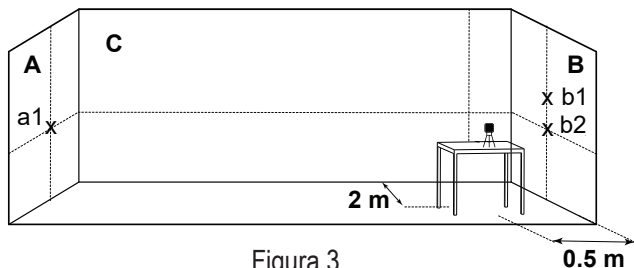

Figura 3
- 10) Sulla parete B, segna il punto di intersezione come b2 (vedi figura 3)